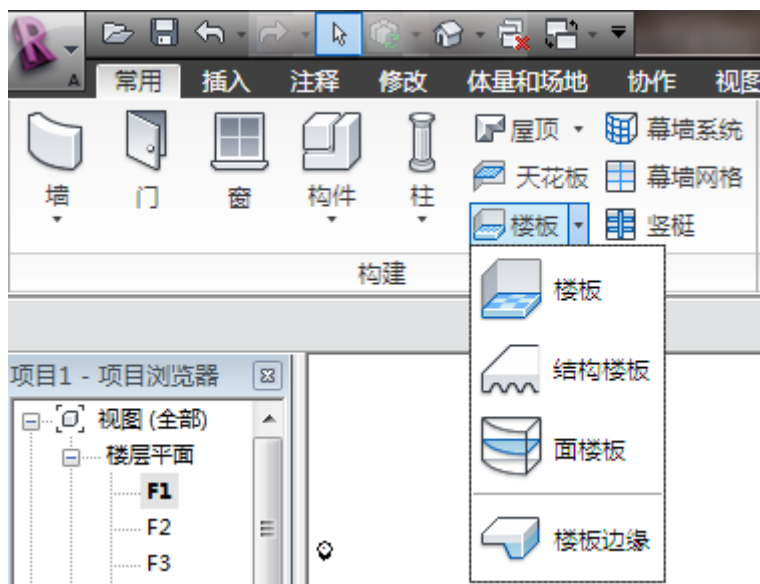

图 3-33
- 1) 接上节练习, 打开首层平面 1F。单击设计栏-“楼板”命令, 或单击设计栏“基本”-“楼板”命令, 进入楼板绘制模式, 设计栏变为图 3-33 所示。